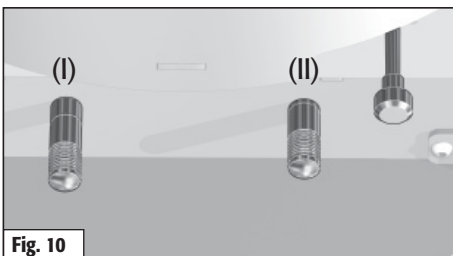

Fig. 10
Primaire lucht toedraaien	Zet de schuif van de primaire lucht (I) op markering 1-2. (fig. 10)
Secundaire lucht toedraaien	Zet de schuif van de secundaire lucht (II) op markering 1. (fig. 10)